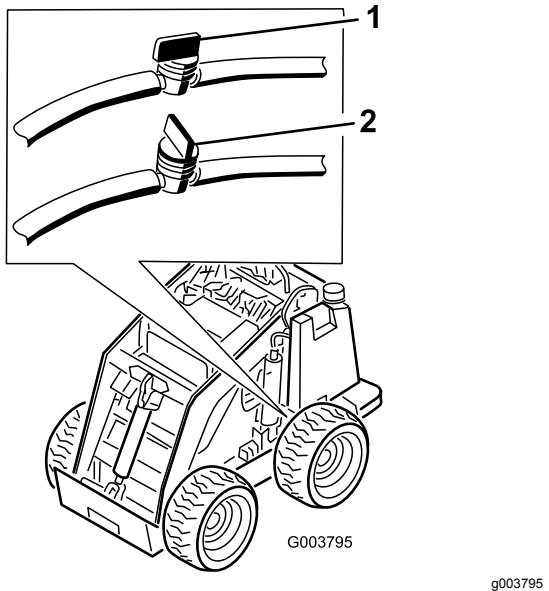

Рисунок 34
3. Закройте топливный клапан на днище топливного бака (Рисунок 34).
10. Откройте топливный клапан на днище топливного бака (Рисунок 34).
11. Откройте топливные клапаны в шлангах около днищ топливных баков, как показано на Рисунок 34.
3. Закройте топливные клапаны в шлангах около днищ топливных баков (Рисунок 34).